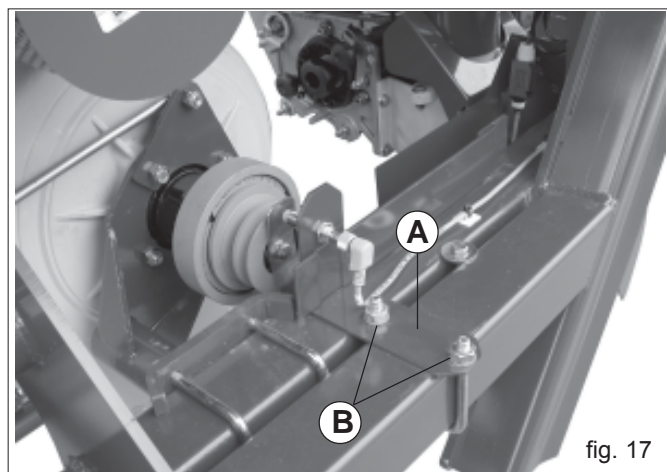

fig. 17
Si le capteur de la vitesse de rotation du souffleur (rpm - t/m) est installé, il faudra contrôler que celui-ci soit placé correctement devant le champ de lecture (pour ce faire, consulter le Livret d'instructions accessoire). Déplacer éventuellement le support du capteur (A Fig. 17) en desserrant les vis (B).